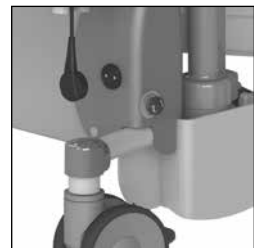

Abbildung 14 Aufladestation.
- Die Aufladestelle befindet sich an der Vorderseite des Stuhls, an der Unterseite der blauen Kappe (Siehe Abbildung 14).
- Schließen Sie den Lader an den Elexo XXL Stuhl an (Siehe Abbildung 14).